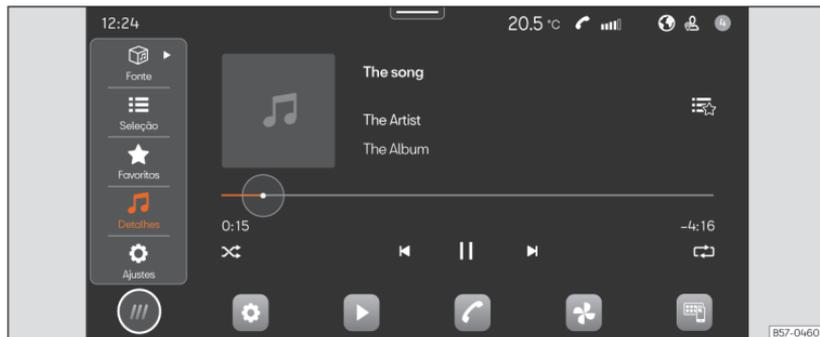

Fig. 165 Representação esquemática: Vista Multimídia.
- Pressione **HOME** > ► >>> **Fig. 165**.